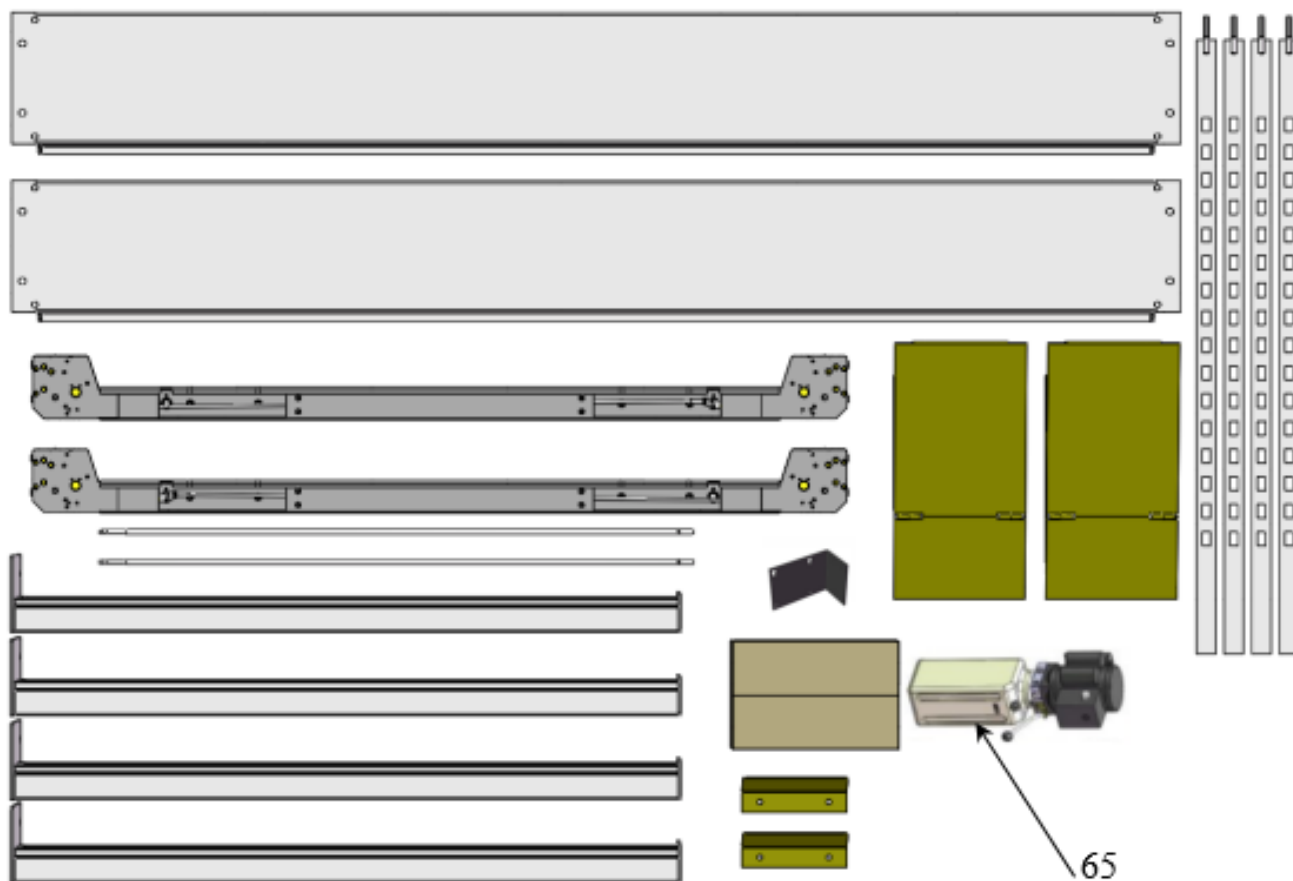

FIG.11
5. Afaste todas as peças para a posição de instalação e verifique as peças de acordo com a lista de peças (ver Fig. 11).